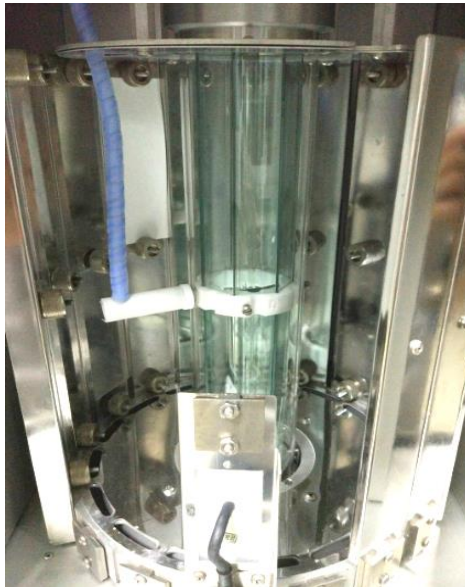

图 4
3. 清洁滤光片和外筒内外壁，使用纯净水冲洗，冲洗完后用吸水纸或擦镜纸擦干。清洁后按原位置复原。清洁后应如图 4 所示，灯筒透亮光洁。